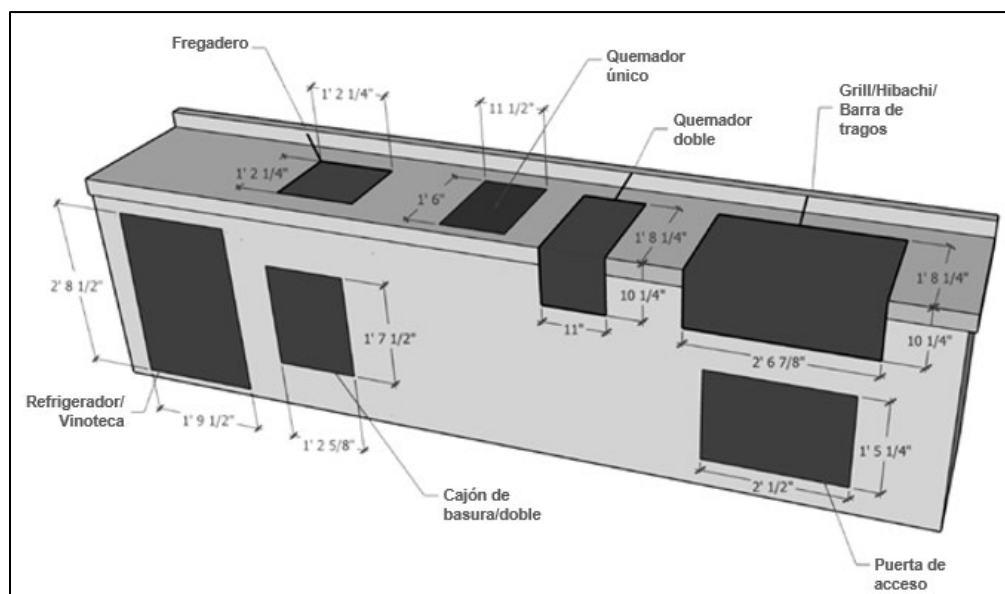

Ilustración 2, Configuración en isla de ejemplo
- Si el aparato está instalado en una isla, asegúrese de que haya espacio libre y ventilación adecuados, y no cubra la unidad con una puerta. Se muestra la instalación en isla de ejemplo en la Ilustración 2.